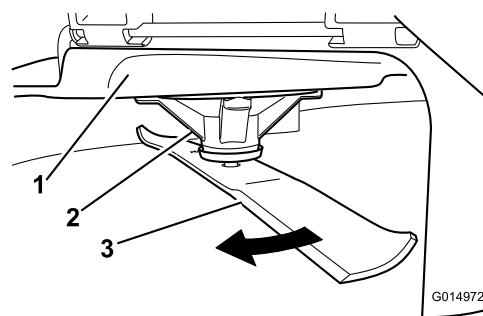

Figure 72
2. Enfilez des gants épais ou utilisez une autre protection adéquate pour les mains, et faites tourner la lame lentement jusqu'à une position permettant de mesurer correctement la distance entre le tranchant et la surface plane sur laquelle se trouve la machine (Figure 72).